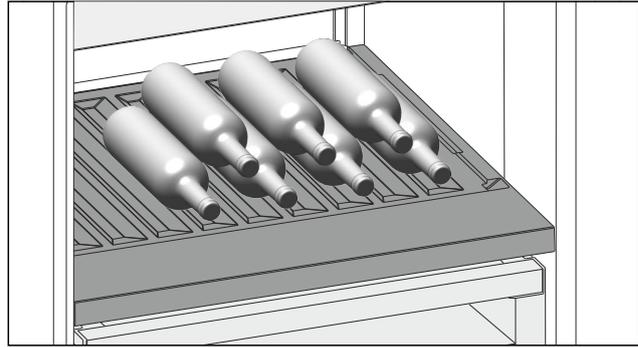

Fig. 142
- ▶ Placer les bouteilles avec le fond orienté vers la paroi arrière de l'appareil. (voir Fig. 142)